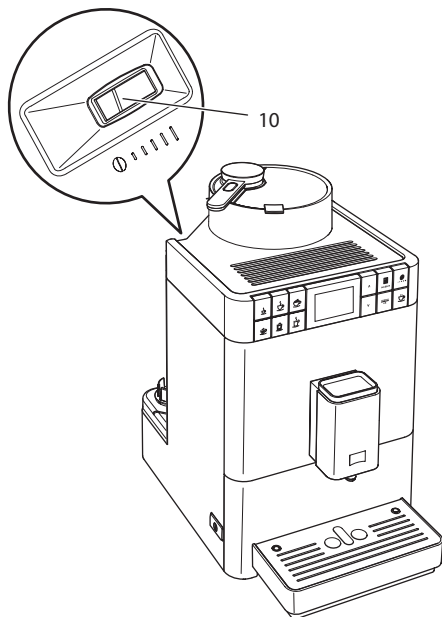

Fig. 18: Leva per la regolazione del grado di macinazione
- » Sul corpo della macchina diventa visibile la leva "regolazione del grado di macinazione" (10).
2. Spostare la leva verso sinistra o verso destra, come illustrato nella Fig. 18.